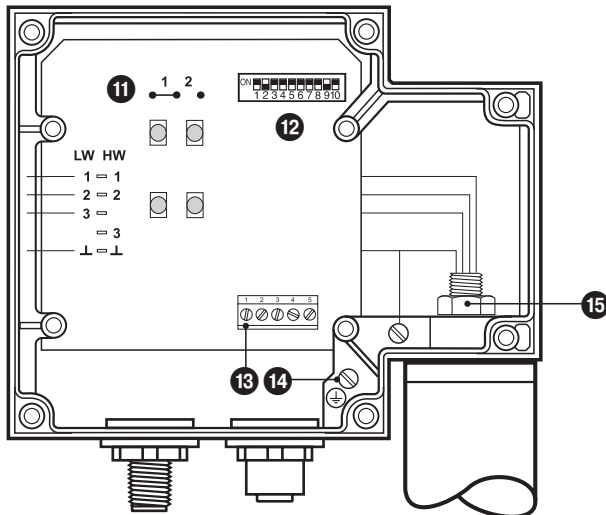

Fig. 14
- Mutter **15** mit 19er Maulschlüssel lösen. Nicht abschrauben! **Fig. 14**